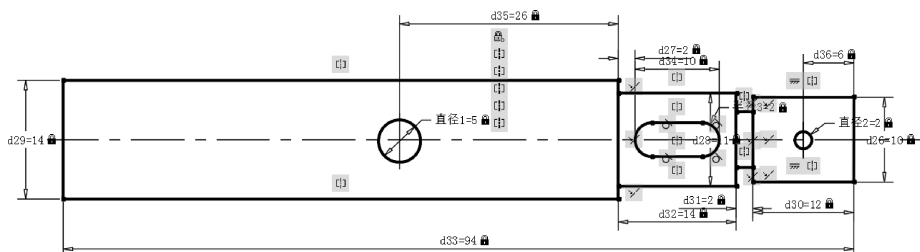

图 4-98 标注直径尺寸
(4) 单击“参数化”选项卡“标注”面板中的“直径”按钮, 对圆的直径进行尺寸约束, 如图 4-98 所示。